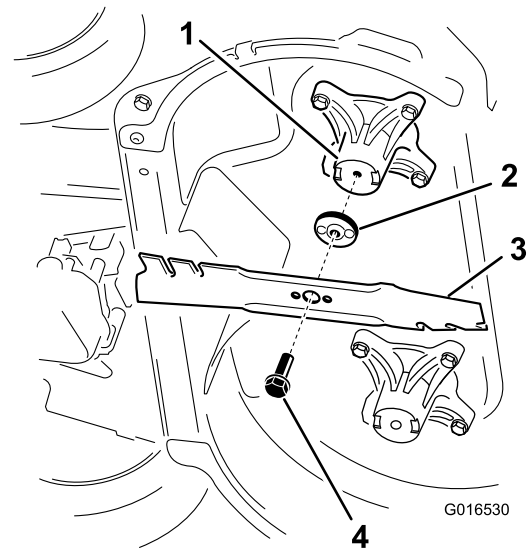

Figure 42
2. Déposez chaque lame comme montré à la Figure 42.
1. Posez la première lame de sorte qu'elle soit horizontale, avec toutes les fixations, comme montré à la Figure 42.